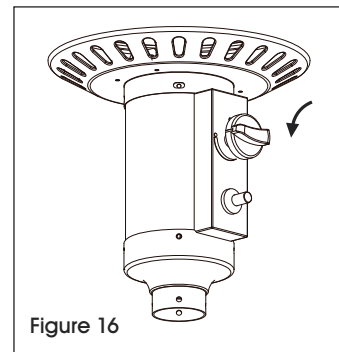

Figure 16
2. Appuyez et tournez le bouton de commande à la position élevée maximale (90° dans le sens antihoraire). (Voir Figure 16)